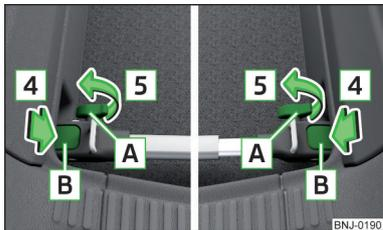

Fig. 96
- Appuyer sur les fixations **B** » fig. 96 dans le sens de la flèche **4** jusqu'à entendre l'enclenchement.